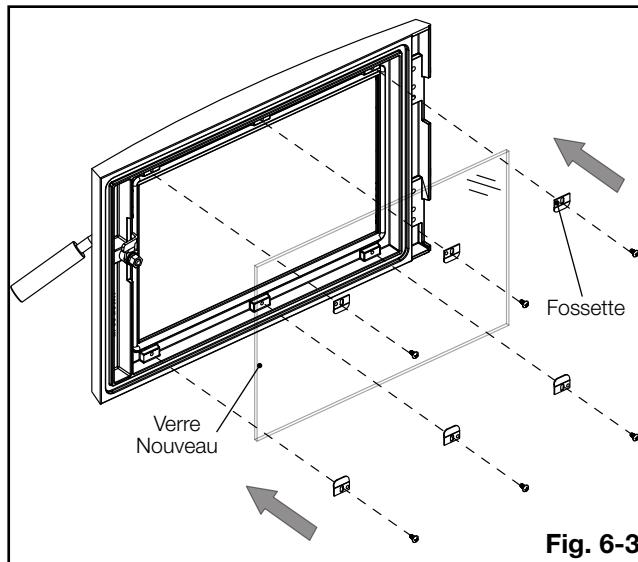

Fig. 6-3
7. Fixez encore les 6 supports de verre en installant les 6 vis précédemment retirées en étape 2 (**Fig. 6-3**). Assurez-vous que les fossettes des supports face en la direction opposée du verre.